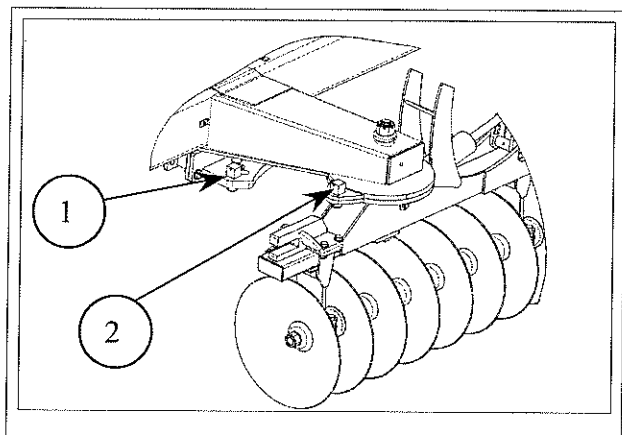
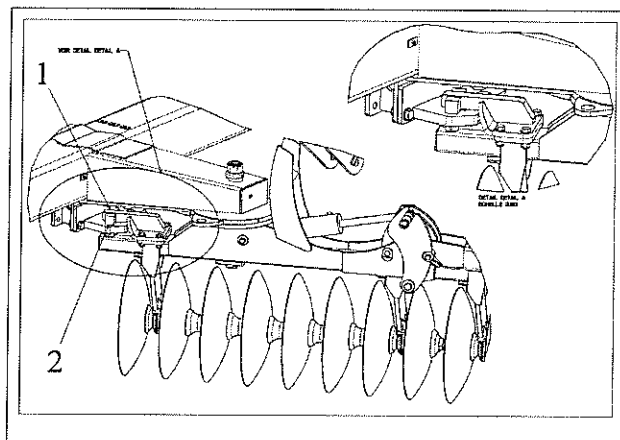

Рис. 7
Рис. 8
● Установка рабочего угла : (Рис. 7, рис. 8)
- * Поместить палец рамы (1) (рис. 7) под требуемым углом.
- * Вытянуть палец рамы (2) (рис. 7) из транспортного положения.
- * Повернуть раму к упору на пальце рамы (1) (рис. 8).
- * Поместить палец рамы (2) в новое положение (рис. 8).